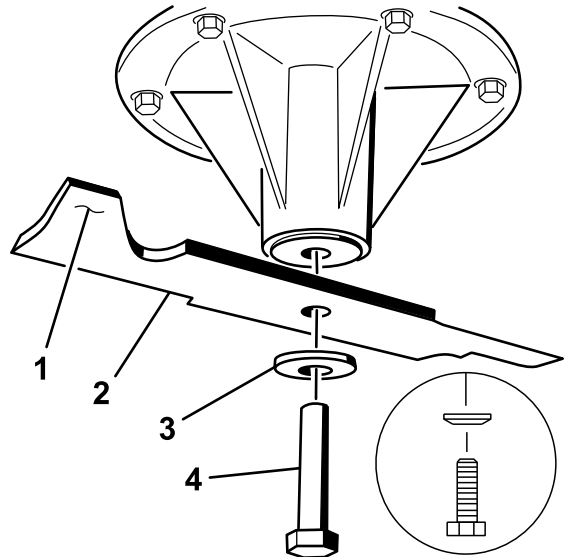

**Bild 95**
2. Überprüfen Sie die Auswuchtung des Schnittmessers auf einer Ausgleichmaschine (Bild 95). Wenn das Schnittmesser in seiner horizontalen Position bleibt, ist es ausgewuchtet und kann wiederverwendet werden. Feilen Sie, wenn das Schnittmesser nicht ausgewuchtet ist, vom Flügelbereich des Messers etwas Metall ab (Bild 96). Wiederholen Sie diesen Vorgang, bis das Messer ausgewuchtet ist.